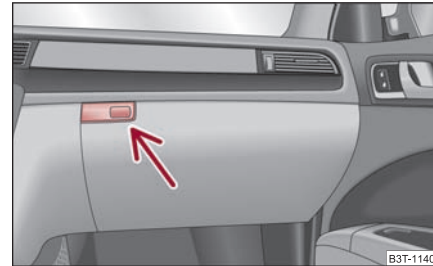

Abb. 107 Schalttafel: Ablagefach auf der Beifahrerseite
- Drücken Sie die Taste ⇒ Abb. 107 - der Deckel klappt herunter.